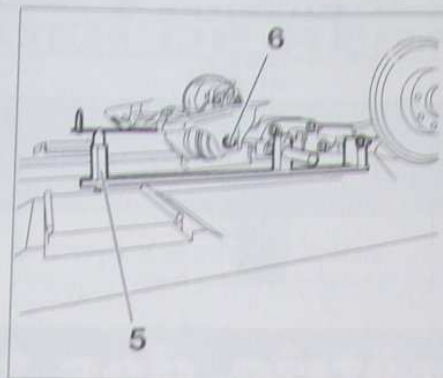

FIG. 20
- Mettre en place l'outil de centrage (5) (outils Citroën 4701-T.D, côté droit, et 4701-T.G, côté gauche) de l'essieu, en l'engageant sur l'orifice laissé libre par le boulon déposé et en le fixant par l'orifice de fixation de l'amortisseur (Fig. 20).
- Serrer le boulon de fixation (6) de l'essieu sur le palier.
- Serrer les boulons de fixation (6) de l'essieu sur ses paliers (Fig. 20).
- le boulon de fixation (6) du palier sur l'essieu (Fig. 20).